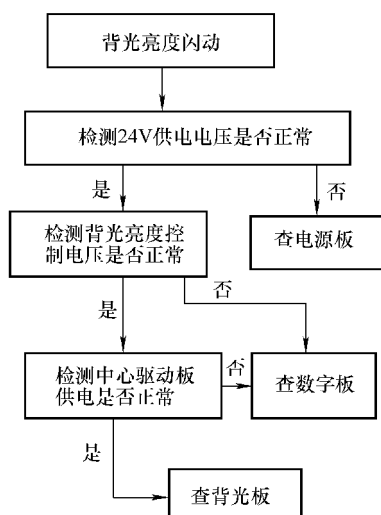

图 5-22 液晶彩电背光亮度闪动的检测方法
- 12. 液晶彩电背光亮度闪动的检测方法（见图 5-22）